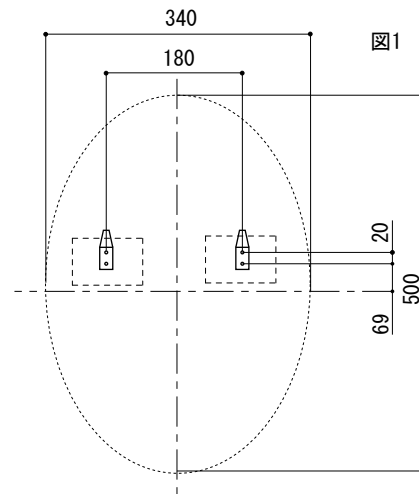

図1
①ミラー取付け位置から、フック取付け位置をきめ、壁にネジ止めします。(図1参照)